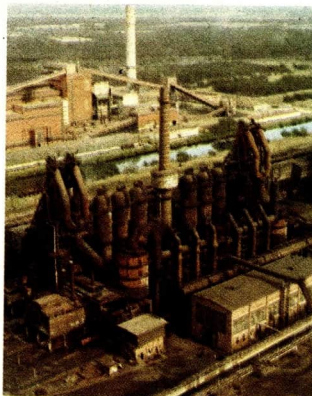
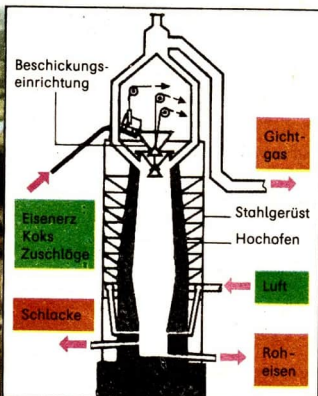
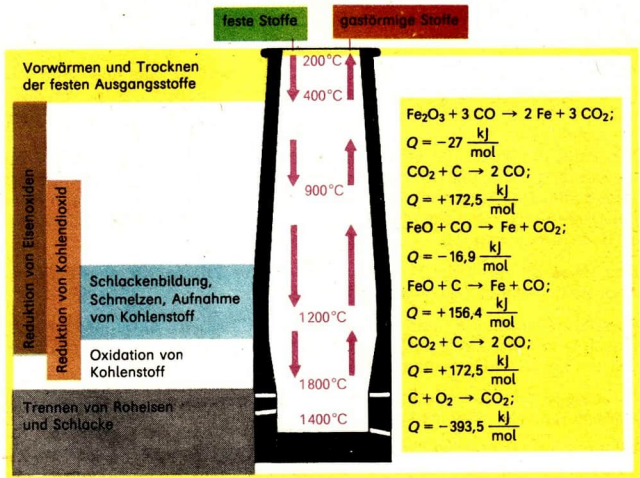

Abb. 48 Hochofen im VEB Eisenhüttenkombinat Ost, Eisenhüttenstadt
Abb. 49 Schematische Darstellung eines Hochofens
Abb. 50 Reaktionszonen im Hochofen
**Hochofen als Reaktionsapparat.** Der **Reaktionsapparat** zur Herstellung von Roheisen ist der **Hochofen** (Abb. 48). Der Hochofen ist ein aufrecht stehender, doppelt konischer Schacht. Bei etwa einem Drittel seiner Höhe hat er den größten Durchmesser (Abb. 49).
- Für einen mittleren Hochofen werden täglich etwa 50000 m3 Kühlwasser benötigt. Dieser gewaltige Kühlwasserbedarf bestimmt den Standort der Hüttenwerke mit. ①
**Reaktionszonen im Hochofen.** Der Hochofen wird mit einem Gemisch aus Eisenerzen und Zuschlägen sowie Koks von oben beschickt. Im unteren Teil des Schachtes (→ Abb. 49) wird durch ringsherum angeordnete Düsen vorgewärmte Luft eingeblasen. Die festen Ausgangsstoffe werden im oberen
- ① Nenne die Flüsse, in deren Nähe sich die Eisenhüttenwerke unserer Republik befinden!
- ② Beschreibe die Arbeitsweise des Hochofens! Nutze dazu die in der Abbildung 50, Seite 117, dargestellten Reaktionszonen!
Teil des Schachtes vorgewärmt und getrocknet. Auf dem Weg nach unten steigt die Temperatur ständig. Dort finden die verschiedenen Redoxreaktionen statt (Abb. 50).